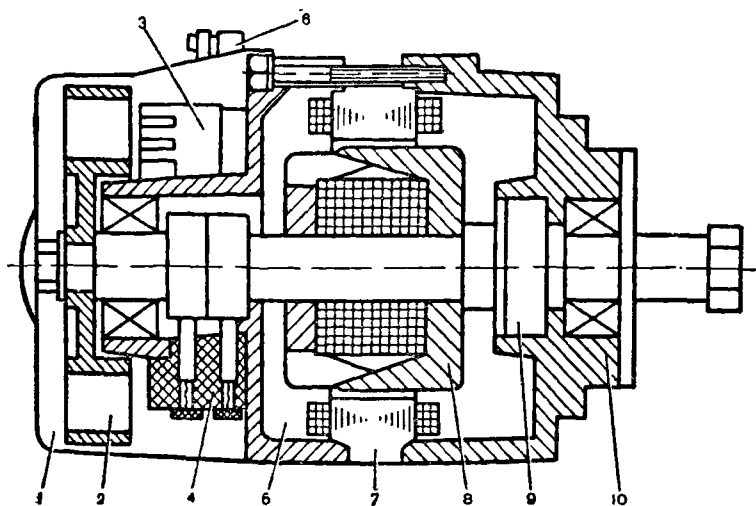

Рис. 67. Разрез генератора Г-424:
**Генератор Г-424.** Генератор Г-424 (рис. 67) представляет собой трехфазную 12-полюсную синхронную электрическую машину закрытого исполнения, с электромагнитным возбуждением, со встроенным выпрямителем ВБГ-2А. Он работает совместно с реле-регулятором РР-330. Принцип действия генератора Г-424 аналогичен принципу действия любой другой трехфазной машины с электромагнитным возбуждением, но имеет характерные особенности, присущие только этому генератору. При трогании с места и разгоне мотоцикла обмотка возбуждения генератора должна питаться от аккумуляторной ба-
Для разборки генератора (см. рис. 67) необходимо снять кожух 1, отвернув два винта и сняв угольники. Отвернуть винт М6, снять вентилятор 2, выпрямительный блок 3, клеммную колодку и щеткодержатель 4, вывернув соответствующие винты и гайки, заметить места отсоединения кабельных наконечников. Слегка вталкивают выводные болты статора внутрь крышки 5. Выворачивают три стяжных винта и снимают крышку 5 легкими ударами деревянного или резинового молотка по приливам для стяжных болтов. Затем вынимают ротор в сборе из крышки 10. Со стороны контактных колец съемником снимают подшипник с вала.
Генератор Г-424 собирают в обратном порядке разборки. Фиксаторы на крышках генератора и статора должны составлять одну прямую линию. Перед сборкой крышки 5 (см. рис. 67) в отверстия продевают выводные болты статора так, чтобы надетые на них изоляционные втулки были утоплены в соответствующие углубления в крышке, а головки выводных болтов — во втулках.